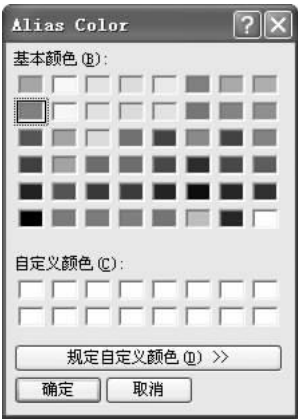

图 4-6 颜色设置对话框
3. 当要改变某项的颜色属性时，只需单击对应的颜色块，即可打开如图 4-6 所示的颜色设置对话框，选择所需要的颜色，单击“确定”按钮即可。